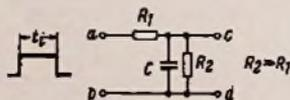

Bild 6. RC-Kombination (Tiefpaß) zur Übertragung von Rechteckimpulsen
1. RC-Kombination (Bild 6). Meist liegt parallel zur Kapazität C ein Widerstand R. Sein Einfluß kann vernachlässigt werden, wenn  $R_2 \gg R_1$  ist.